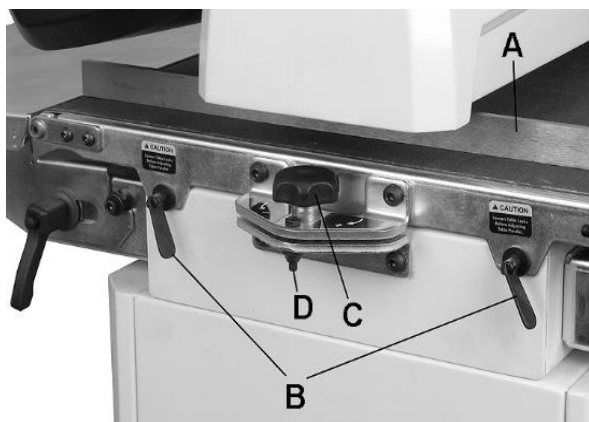

Abb. 8-4: Parallel Ausrichten der Trommel
3. Die Lehre auf der Außenseite der Trommel (A, Abb. 8-4) zwischen Trommel und Vorschubtisch einführen.
3. Ist eine Stufe an der Überlappungsstelle sichtbar, den Vorschubtisch durch Drehen des Einstellknaufs (C, Abb. 8-4) weiter absenken.
**Hinweis:** Beim Schleifen von schmalen Schleifgut in einem Durchgang, den Vorschubtisch wieder in die parallele Position bringen. Den Einstellknopf in die entgegengesetzte Richtung drehen, bis die Sicherungsmutter (D, Abb. 8-4) berührt wird.